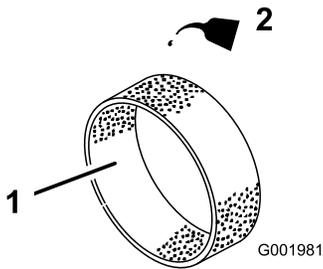

Bild 47
4. Tragen Sie 30 oder 60 ml des Öls auf das Element auf (Bild 47).